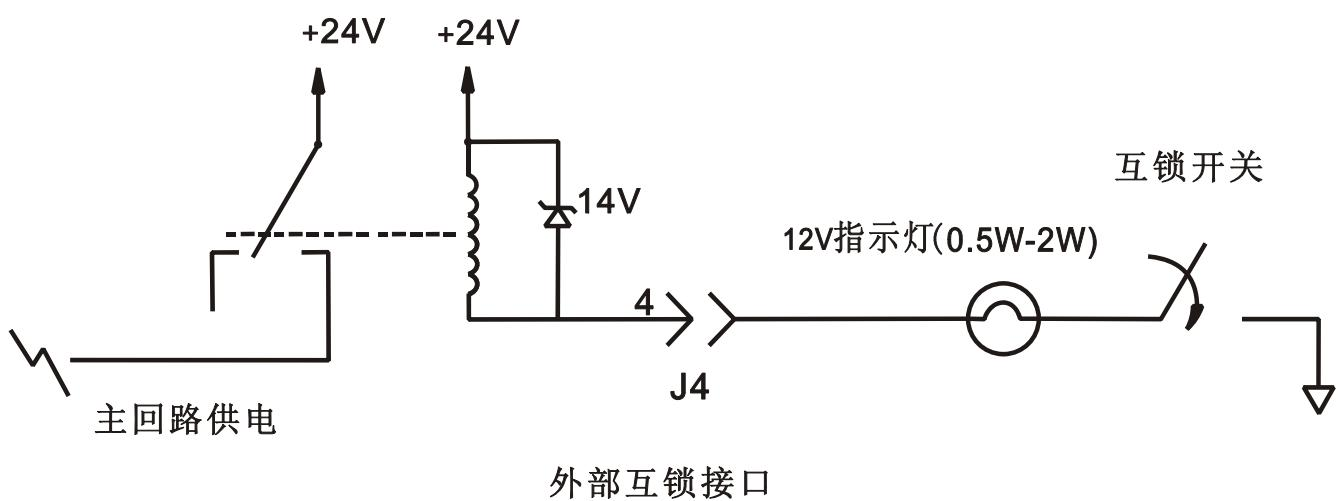

图 3.3 电压电流检测和互锁接口
**远程检测：**电源面板上的连接器 J4 的相应输出端可作为电压和电流的测试点，不管输出的极性是正或负，此输出信号总为 0 到 10V 的正信号，0 到 10V 代表 0 到 100% 的额定输出。此输出信号的输出电阻小于 10 欧姆。接线图见图 3.3。
**外部互锁 (INTERLOCK)：**外壳面板上的 J4-4 可作为连接外部安全开关的外部互锁信号的输入端，当互锁电路闭合时电源才能工作。当电源的高压正常工作时，打开互锁电路可使电源进入高压关闭状态。接线图可参考图 3.3。